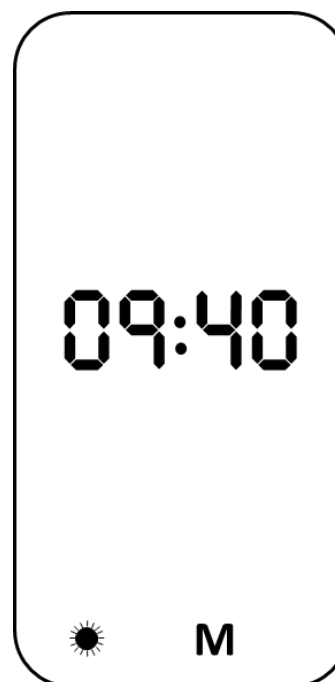

Рис. 3-5 Пример: экран ЖКД после успешного завершения самопроверки (M = данные АД в памяти,  режим измерений: дневной).
- наличие или отсутствие данных, сохраненных в памяти монитора АД (M) (Рис. 3-5).